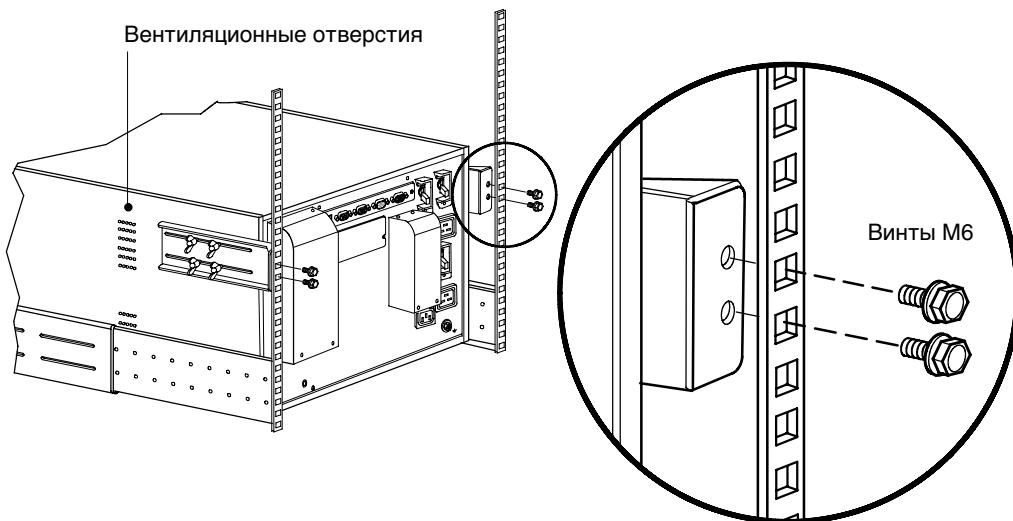

Рисунок 23. Крепление дополнительных сейсмоустойчивых кронштейнов ИБП
- 17.** При установке дополнительных сейсмоустойчивых кронштейнов закрепите кронштейны ИБП на стойке с помощью четырех крепежных винтов M6, как показано на рис. 23.